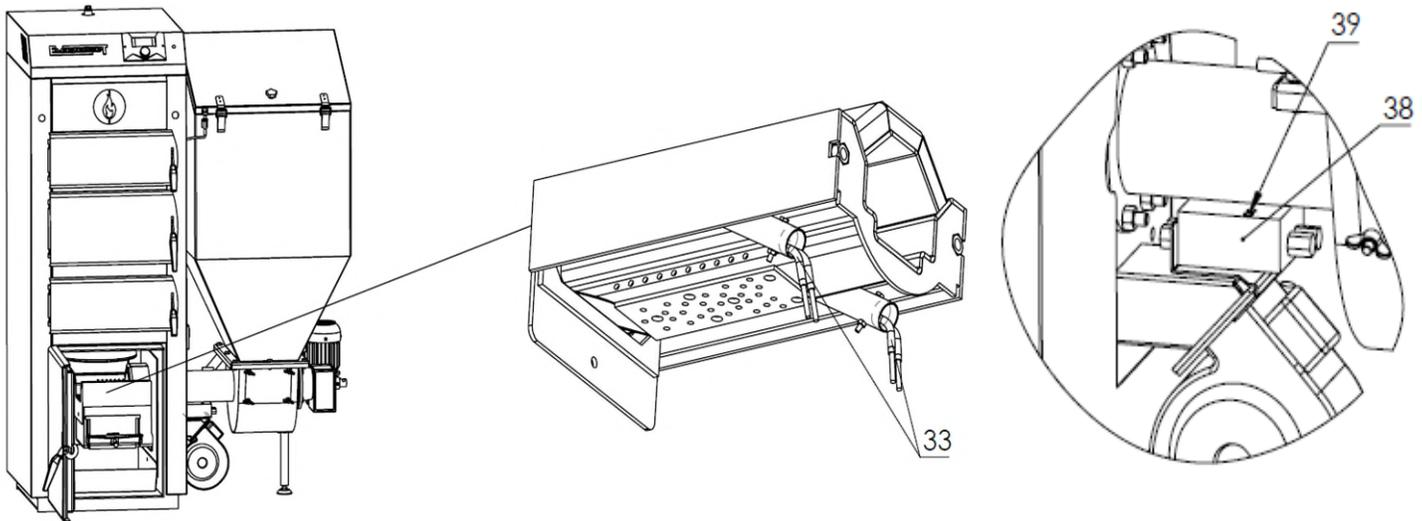

Abb. 8 **Zündapparat an der Rinnenretorte**
Zündapparat (Abb.8), bestehend aus zwei Anzündern mit einer Gesamtleistung von 800W und einem Modul (38) mit signalisierter Versorgung und Betrieb. Das Zündmodul befindet sich in einem Kasten, das am Fach oberhalb des Gebläses befestigt ist. Die Kontrollleuchten des Moduls: der Beginn der Stromversorgung der Heizpatronen wird von einer grünen Leuchte signalisiert, die Vorheizung und der Betrieb der Anzünder – von einer roten Leuchte.